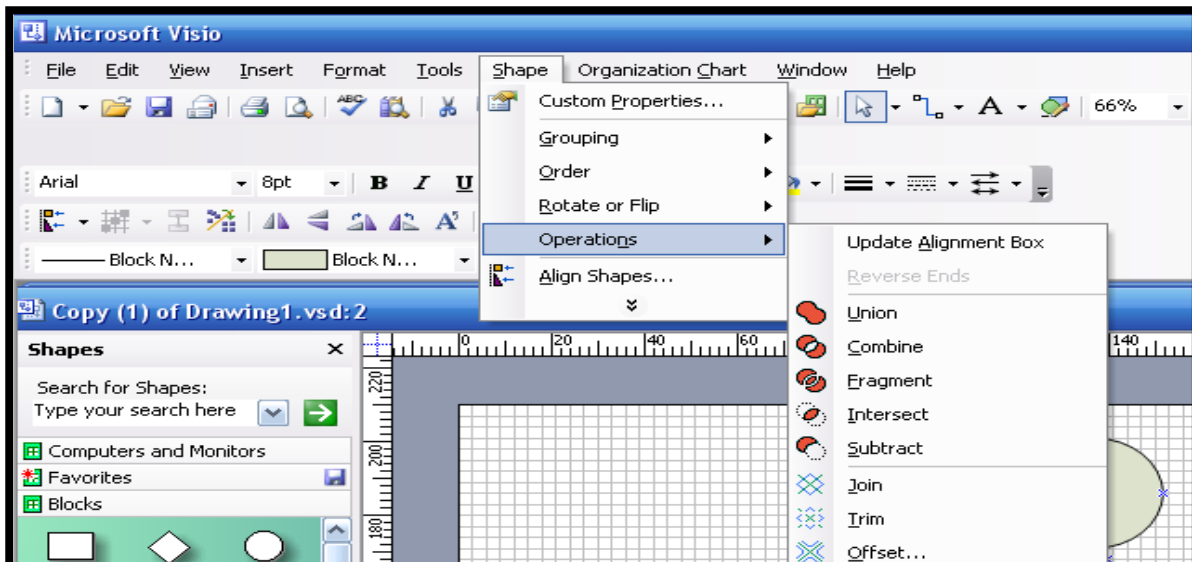

Рис. 67. Команды Shape
2. **Операции с фигурами.** Использовать фигуры из группы Blocks. Для создания из них новых фигур применять команды **Shape – Operations** (рис. 67):